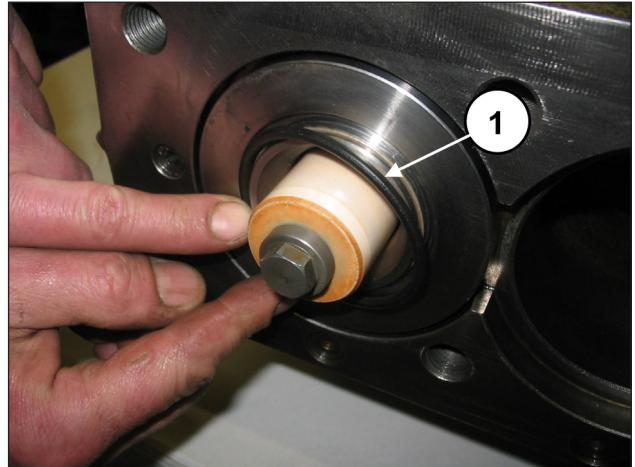
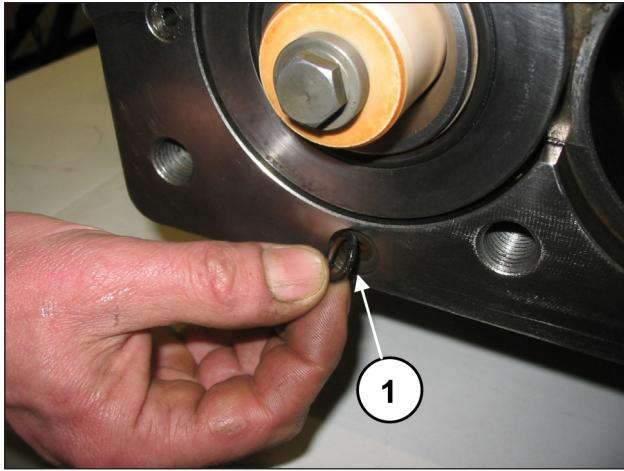

Рис. 161
Рис. 162
Вставьте фронтальное уплотнительное кольцо рубашки (поз. ①, Рис. 161) и уплотнительное кольцо рециркуляционного отверстия (поз. ①, Рис. 162).